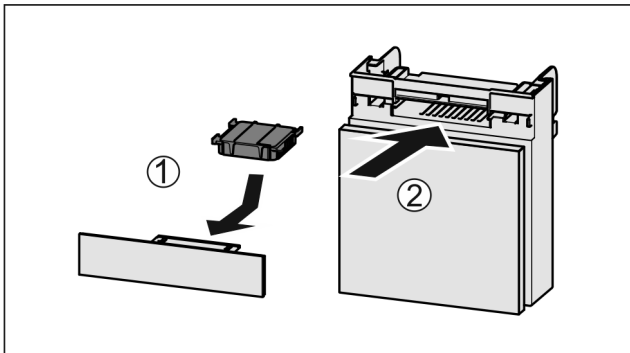

Fig. 109
- ▶ Sett inn Fig. 109 (1) aktivkullfilteret etter figuren.
- ▶ Skyv inn Fig. 109 (2) hyllen.